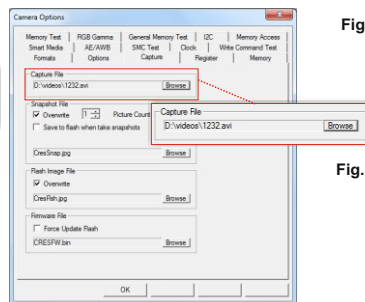

Fig.4
- En el tab "Capture" apriete el botón "Browse" para seleccionar la carpeta necesaria para guardar los ficheros en el disco duro del ordenador (fig. 4) y introducir el nombre del fichero.